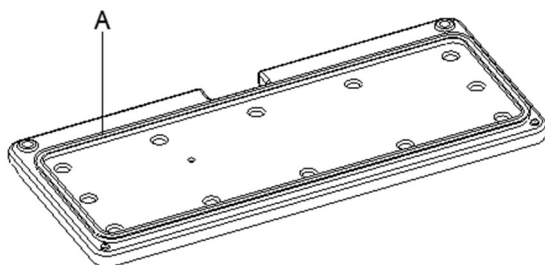

Abb. 33
13. Reinigen Sie die Gummidichtung (A, Abb. 33) des Deckels und überprüfen Sie sie auf Unversehrtheit und Funktionstüchtigkeit. Ggf. ersetzen.